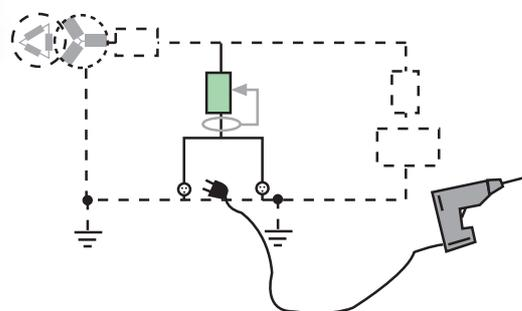

Fig. 5.8. Circuito de tomas de corriente.
- Circuitos con tomas de corriente $\leq 32 \text{ A}$, en cualquier ambiente, (**fig. 5.8**).